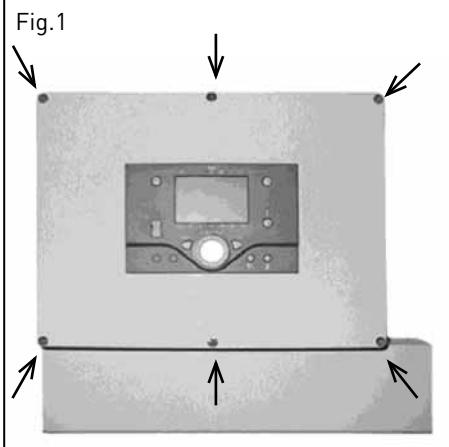

Fig.1
- Aflojar los 6 tornillos situados en el cuerpo del regulador (fig.1)